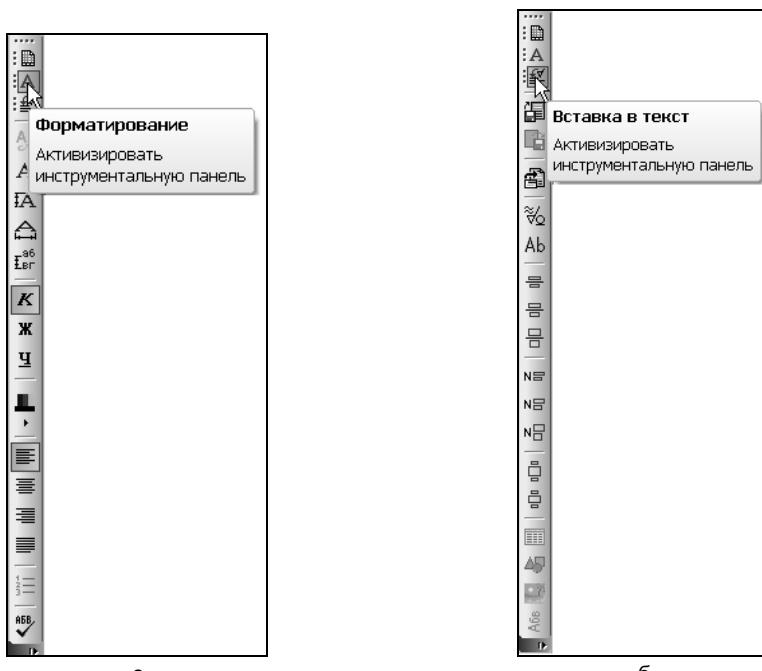

Рис. 9.91. Инструментальные панели в режиме создания спецификации:
- ◆ **Форматирование** (рис. 9.91, а);
- ◆ **Вставка в текст** (рис. 9.91, б).